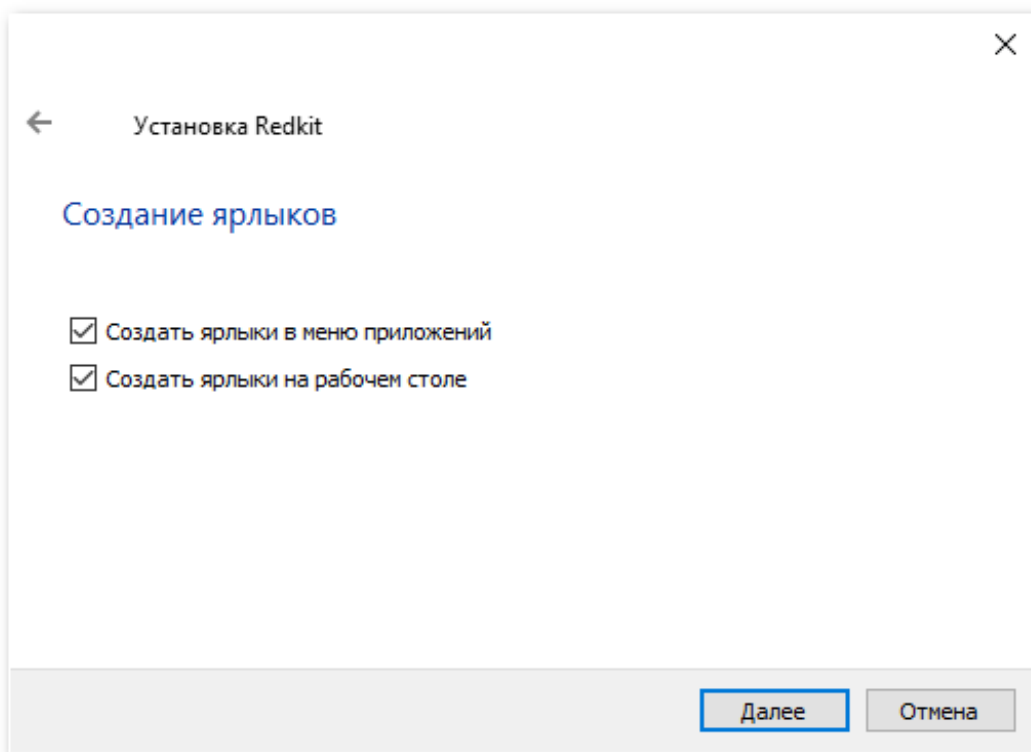

Рисунок 23 - Установка Redkit
6. Выберите вариант(ы) создания ярлыков и нажмите **Далее** (Рисунок 23).